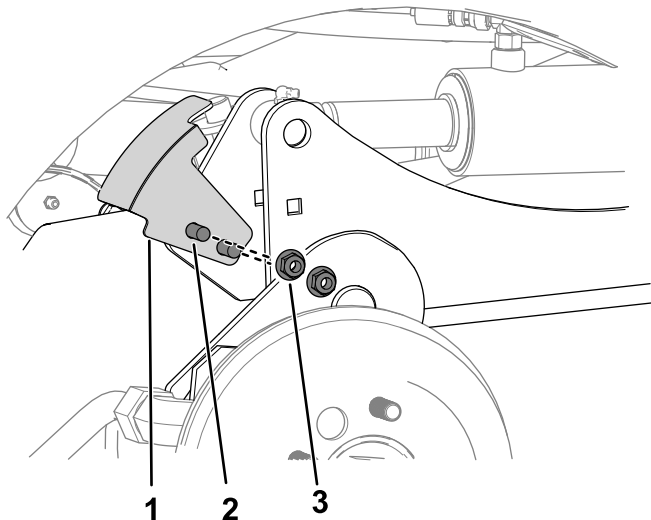

**図 7**
- 大きいピンをフレームに取り付けるボルト $\frac{3}{8}$ " x  $2\frac{3}{4}$ "2本とナット $\frac{3}{8}$ "2個を使用する **図 7**。